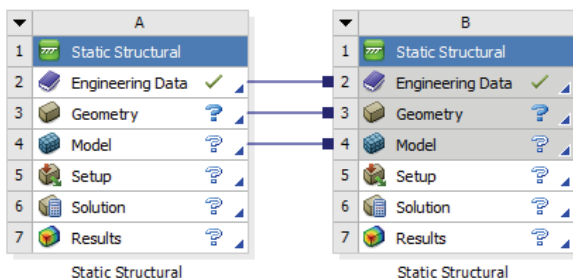

图 7-8 创建的项目工程图
3) 在工具箱中的 Analysis System>Static Structural 上按住鼠标左键拖曳到项目管理区中，当项目 A 的 Model 项红色高亮显示时，放开鼠标创建项目 B，此时相关联项的数据可共享，如图 7-8 所示。